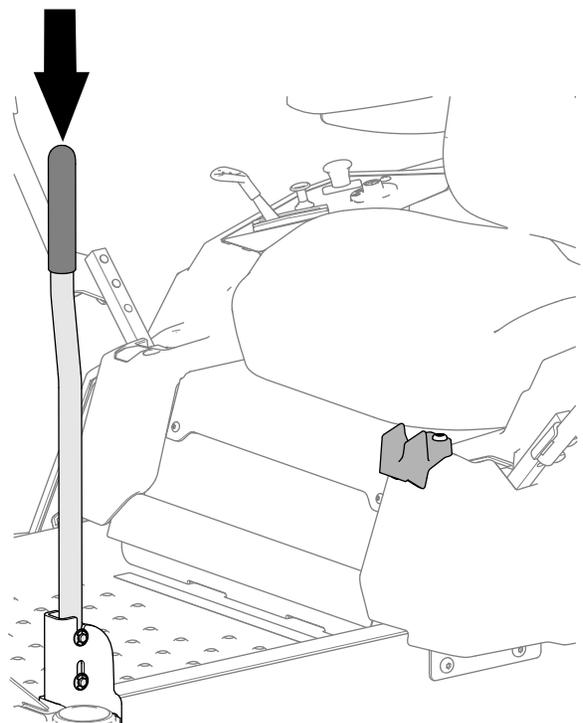

Рисунок 9
2. Опустите вспомогательную рукоятку, как показано на Рисунок 9.